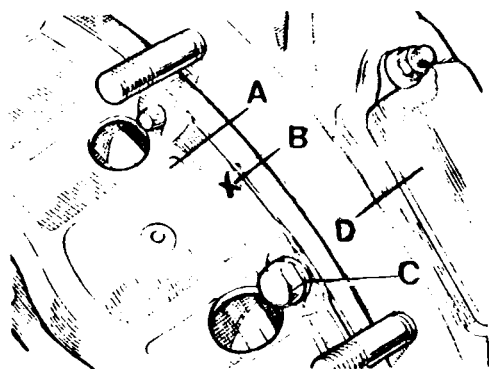

Fig. A3-81 Montaje del plato de presión
- 2.6. Montar el plato de presión, A (Fig. A3-81) sobre el volante, alineando la marca de apareamiento, B, existente en dicho plato, con la misma existente en el volante.
2.7. Montar los tornillos, C (Fig. A3-81), dándole un apriete de 3 á 3,5 mkg.
2.8. Montar la tapa del registro, D (Fig. A3-81).